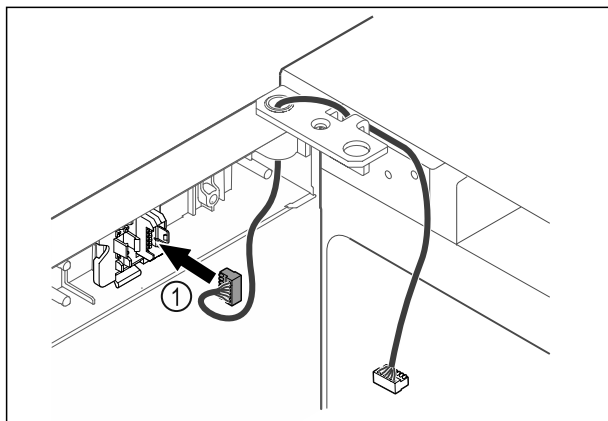

Fig. 63
- ▶ Вкарайте щекера Fig. 63 (1) в държача на щекера.